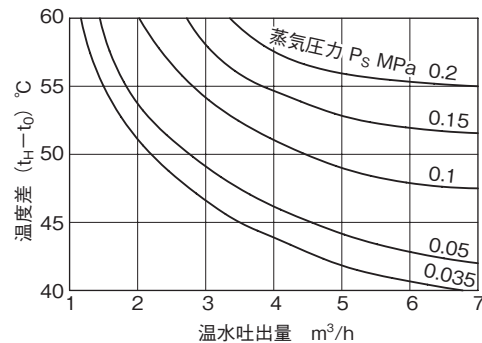

図5 蒸気圧力・温水吐出量と調整可能温度の関係
- 5.1 図5より蒸気圧力  $P_s$ 、温水吐出量  $W$  及び温水温度  $t_H$  の関係を求めて、希望の仕様条件を満足しているかを確認してください。
- 6.1 蒸気圧力・温水吐出量と調整可能温度の関係 (図5参照)